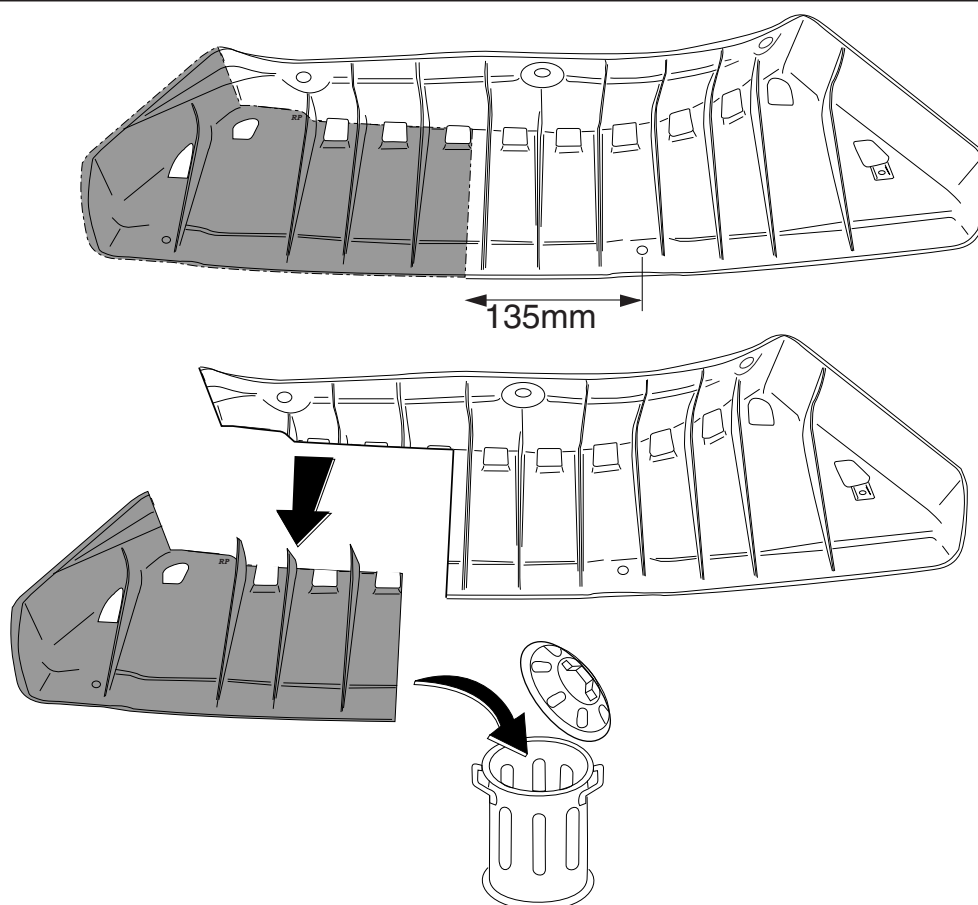

Fig. 1
7. Scier une partie de la plaque de protection conformément à la figure 1. mm de large et 30 mm de profondeur.
7. Выпилить часть из закрывающей пластины, как показано на рис. 1.